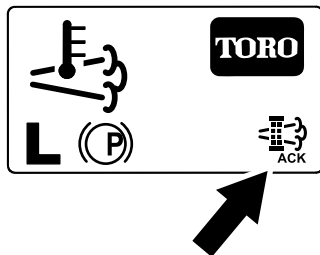

Figura 64
8. El InfoCenter muestra la página de inicio y el icono de reconocimiento de regeneración (Figura 64) aparece en la esquina inferior derecha de la pantalla mientras se procesa la regeneración.